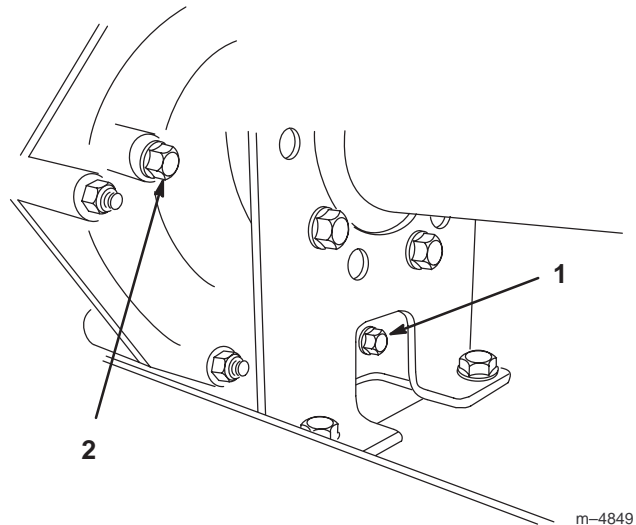
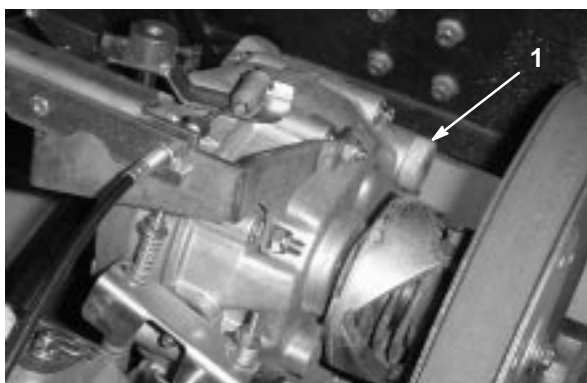

Figure 41
Figure 42
2. Enlevez le bouchon de vidange sur le côté droit du réservoir (Fig. 41) et laissez l'huile s'écouler dans un bac de vidange. Revissez le bouchon de vidange en place lorsque toute l'huile s'est écoulée.
3. Versez environ 1,4 l d'huile moteur SAE 10W30 dans le réservoir (Fig. 42) ou faites l'appoint jusqu'à ce que le niveau atteigne le bas du trou d'indication de niveau (Fig. 41).